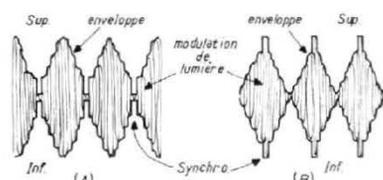

FIG. 5.
Pour les émissions des standards F et B le signal MF image, associé à la synchronisation se présente selon la forme (A) figure 5 ou la modulation de lumière est de polarité positive avec les blancs à 100 % de modulation et les noirs à 25 %, la synchro étant négative entre 0 % et 25 %.
est positive entre 75 % et 100 % comme le signal (B) de la figure 5.
Si l'on veut une VF comme l'enveloppe supérieure « SUP » du signal A (standards F et B) il faut obligatoirement que dans le cas de la réception en standard E, on obtienne l'enveloppe inférieure « INF » du signal B de la figure 5.
Lorsque la commutation de polarité de modulation de lumière s'effectue sur la détectrice image comme indiqué sur les figures 5, 6 et 7, la VF ne pose pratiquement aucun problème.